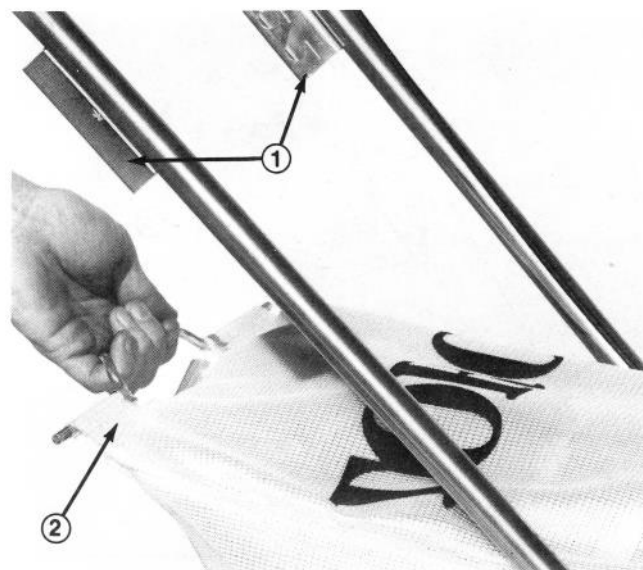
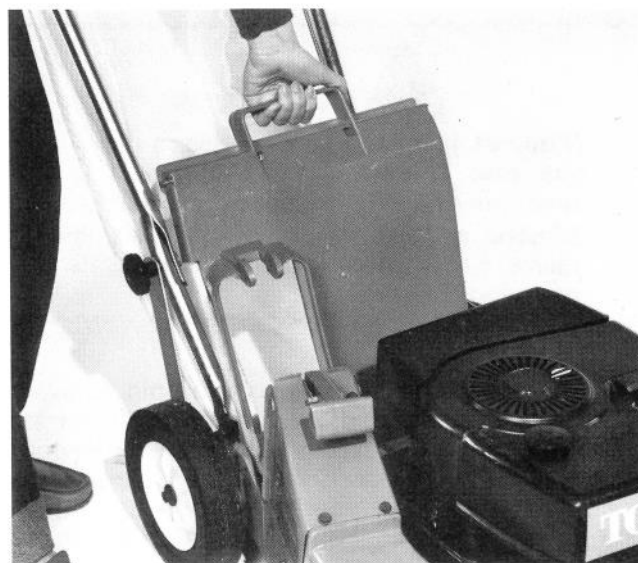

Figure 21
Figure 22
7. ⚠ Lorsque vous devez vider le sac, arrêtez le moteur et attendez que toutes les pièces en mouvement se soient arrêtées. Poussez la poignée de porte d'éjection vers l'avant jusqu'à ce que la cheville s'enclenche dans le loquet. Soulevez ensuite l'arrière du sac hors des supports arrière (Fig. 21), saisissez la poignée avant du sac et enlevez le sac en le levant directement vers le haut pour empêcher les débris d'herbe de tomber hors du sac (Fig. 22).